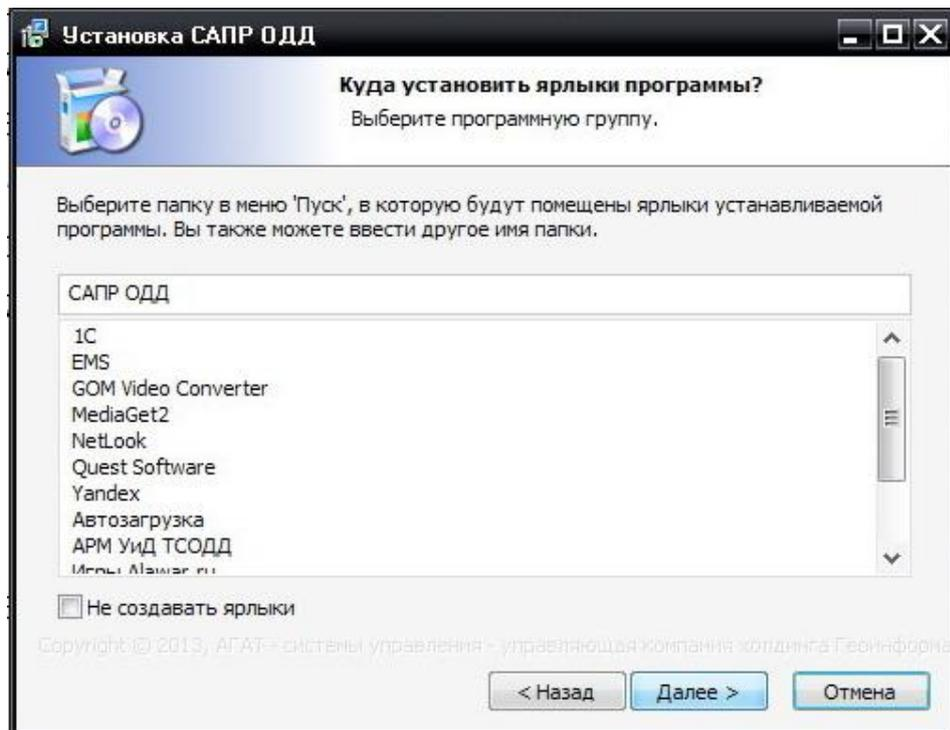

Рисунок 9
4) выбрать папку в меню "Пуск", в которую будут помещены ярлыки устанавливаемой программы (рис. 9), и нажать кнопку "Далее";